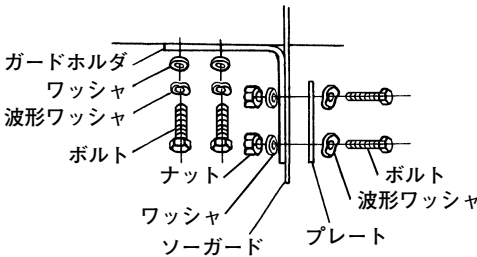

図 5
- (1) まず、ガードホルダに接触予防装置(保護カバー)を取付けます。この際プレートなどを図5のように重ね、ボルトを締めてください。
- (2) ソーガードがのこ刃の真上にくるようにして、ガードホルダをテーブル後端に取付けます。